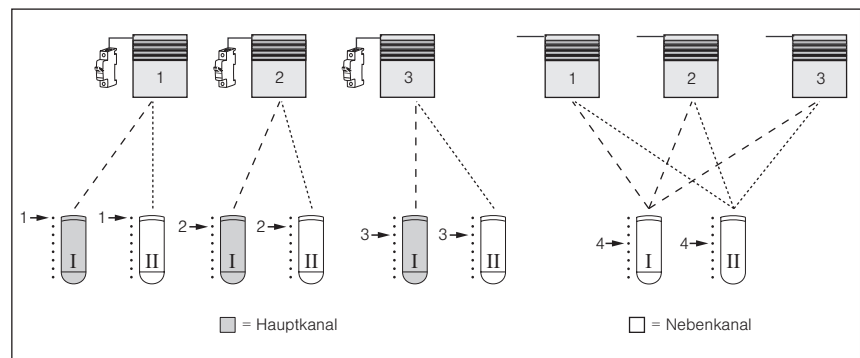

Abb. 53 Drei Rollläden (getrennt aussicherbar) sollen mit zwei 8-Kanal Handsendern bedient werden.
Nun sind die Rollläden mit den Kanälen 1, 2 und 3 beider Handsender getrennt bedienbar, wobei die Hauptkanäle mit Handsender (I) gelernt wurden, *siehe Abb. 53*. Wird bei einem Hauptkanal die Lerntaste gedrückt, dann kann am jeweiligen Empfänger auch ohne den Power-up Vorgang der Lernmodus gestartet und ein Nebkanal eingelernt werden. Wird nun jedem Empfänger der gleiche Nebkanal, z.B. Kanal 4 eingelernt, so können später alle Rollläden als Gruppe mit Kanal 4 bedient werden, bleiben aber immer noch über ihre Hauptkanäle getrennt bedienbar. Der nächste Schritt besteht also im Einlernen von Kanal 4 des Handsenders (I) als Nebkanal.
Nun sind alle drei Rollladen gemeinsam mit Kanal 4 von Handsender (I) bedienbar. Der nächste Schritt besteht im Einlernen der Nebkanäle für Handsender (II). Hierbei müssen Sie beachten, dass Sie den Lernmodus immer mit dem Hauptkanal starten, in unserem Beispiel liegen die Hauptkanäle auf Handsender (I), *siehe Abb. 53, links*.